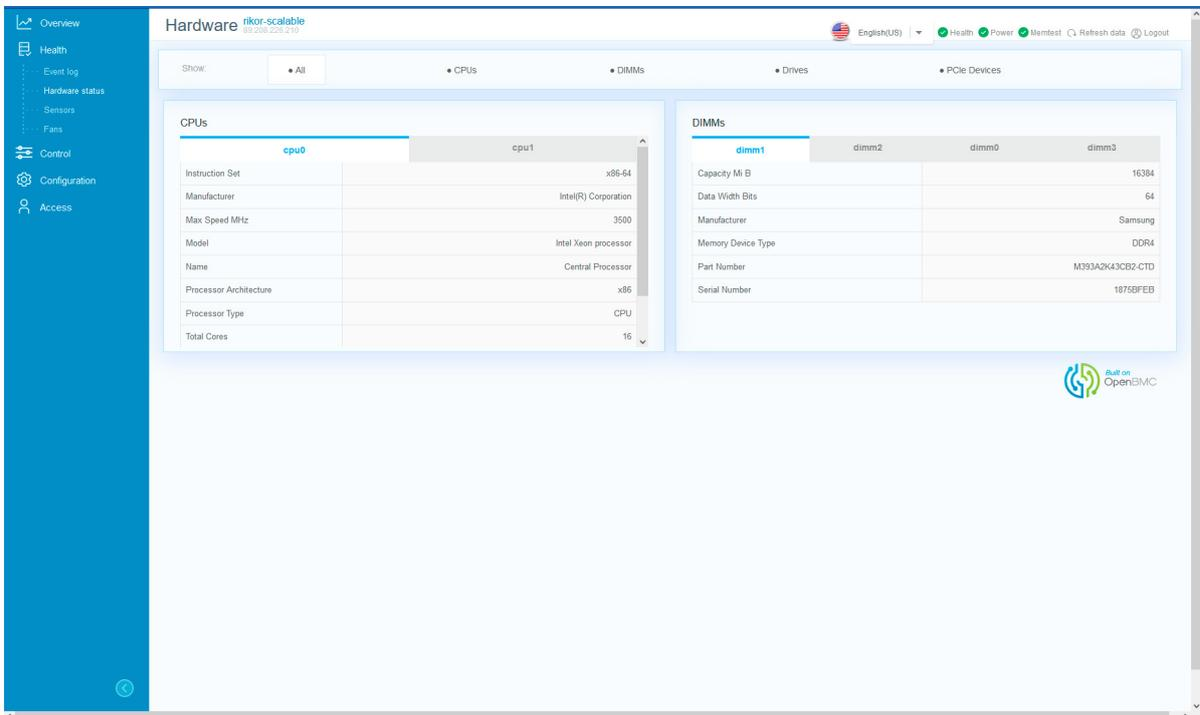

Рис. 72. Окно «Hardware status»
- 3) Пройдите во вкладку «Health» → «Hardware status» в данной вкладке отображается состояние комплектующих установленных в сервер. В поле «Show» произведите фильтрацию комплектующих для отображения состояния комплектующих. Окно показано на рис. 72 Окно «Hardware status»